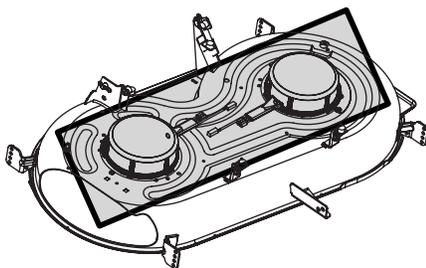

Figure 15
- Nettoyez le dessus du plateau de coupe. Voir Figure 15.